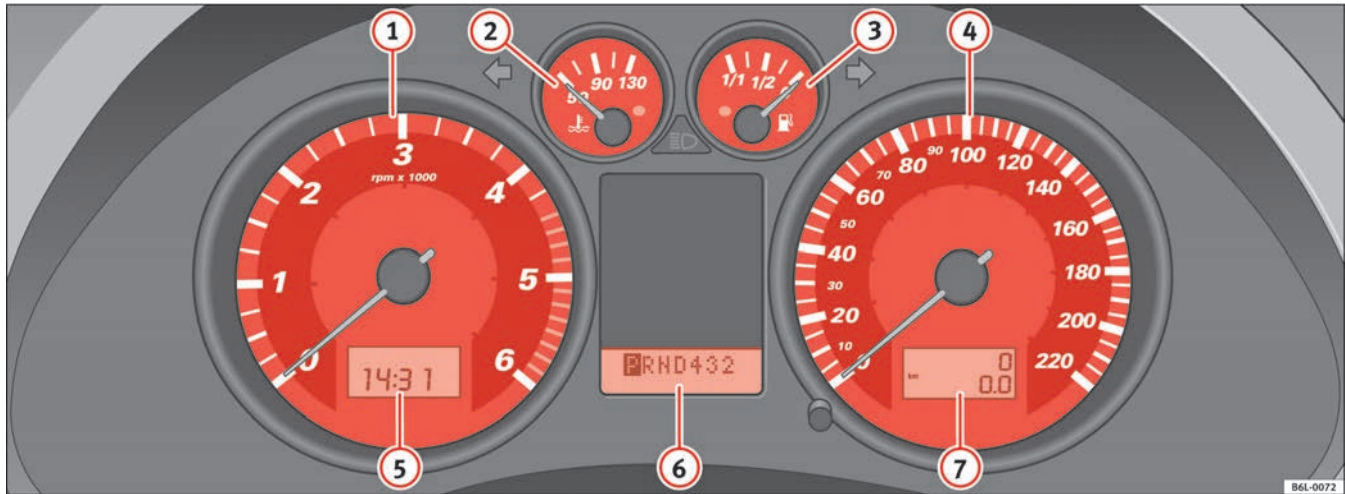

Abb. 32 Ausschnitt aus der Instrumententafel: Kombiinstrument
Der Beginn des roten Bereichs  $\Rightarrow$  Seite 56, Abb. 32 ① bedeutet die maximale Motordrehzahl bei Betriebstemperatur. Vor Erreichen dieses Bereiches sollte in den nächst höheren Gang geschaltet oder die Wählhebelstellung D gewählt oder der Fuß vom Gaspedal genommen werden.
- Drehen Sie den Einstellknopf ⇒ Seite 56, Abb. 32  bis zum Anschlag nach links, die Stunden werden eingestellt. Wenn Sie den Einstellknopf nur kurz nach links drehen, wird jeweils um eine Stunde weitergestellt.